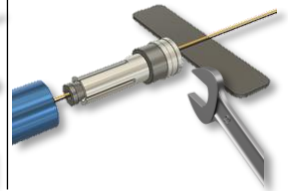

Fig. 5
6. Drehen Sie die Mutter (H) soweit auf die Schraube im Adapter (A) das sich die Hülse (E) passend zum Lenkerinnendurchmesser spreizt. Ggf. halten Sie die Mutter mit einer Zange fest.
7. Schieben Sie die Einheit in den Lenker (Fig. 5). Verwenden Sie das Werkzeug (T) oder einen 19 mm Maulschlüssel, um den Adapter im Lenker festzuziehen (Fig. 4). Die Hülse (E) spreizt sich im Lenkerrohr weiter und gewährleistet so den festen Sitz der kompletten Einheit. **ACHTUNG:** Ein klemmender Gasgriff beeinträchtigt die Fahrsicherheit.
7. Slide the assembly into the handlebar (Fig. 5). Use tool T or a 19 mm open-ended wrench to tighten the adapter in the handlebar (Fig. 4). The sleeve E expands further in the handlebar tube, thus ensuring that the entire unit is firmly seated. **ATTENTION:** A jammed throttle affects driving safety.